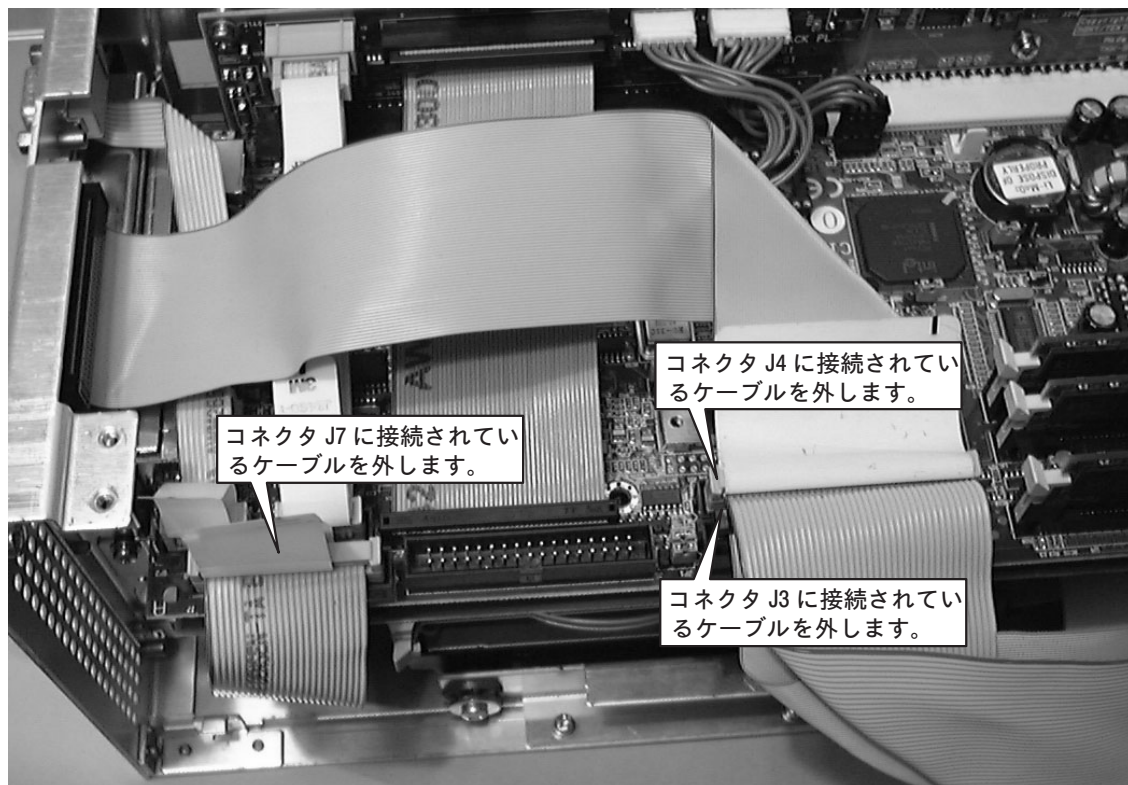

図 3 : CPU ボードからのケーブルの取り外し
1. CPU ボード上のコネクタ J3、J4、および J7 に接続されているケーブルを取り外します。図 3 参照。